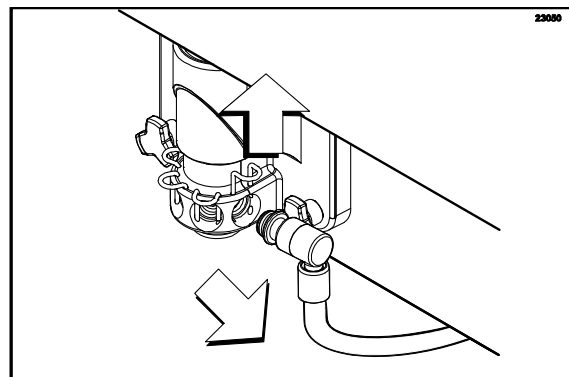

Abbildung 54
9. Die Sirupleitungen vom Frontverschluss trennen. (Siehe Abbildung 54.)